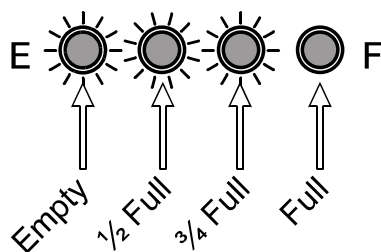

Figure 2-2 L'indicateur de niveau de batterie
3. Pendant l'utilisation du produit CA, vous pouvez vérifier le niveau de la batterie comme indiqué dans Figure 2-2, “L'indicateur de niveau de batterie” on page 2–6. Cela vous indiquera le niveau de charge approximatif de la batterie et si vous approchez du point où la recharge est nécessaire.